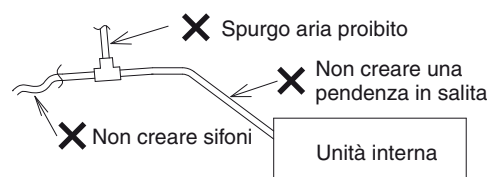

Fig. 3-7
(2) Limitazioni del collegamento del tubo rigido di scarico
- Non installare il tubo rigido di scarico con una pendenza in salita dal collettore di scarico. Ciò causerebbe infatti il riflusso dell'acqua di scarico e perdite dall'unità quando questa non è in uso. (Fig. 3-7)
- Non installare una valvola di spurgo dell'aria, poiché ciò potrebbe causare lo spruzzo dell'acqua dal uscita del tubo rigido di scarico. (Fig. 3-7)
- Non creare sifoni a U o a campana lungo il tubo rigido di scarico. In caso contrario si potrebbero infatti generare rumori anomali. (Fig. 3-7)